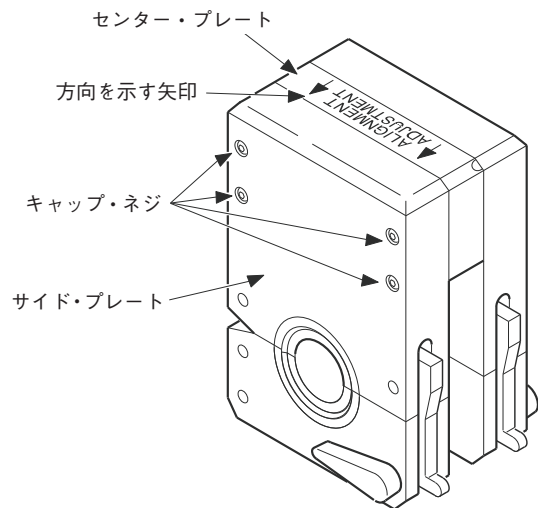

図17：サイド・プレートを緩める
1. フィクスチャー・ブロックをひっくり返し、センター・プレート上の方向を示す矢印を見つけます。この矢印は、適切なサイド・プレートを指し示しています。図17をご参照ください。
2. 付属品の3/32インチ・サイズの六角レンチを使用して、適切なサイド・プレートのキャップ・ネジ4本を緩めて、サイド・プレートをセンター・プレートから少し離します。図17を参照して、適切なサイド・プレートを確認します。